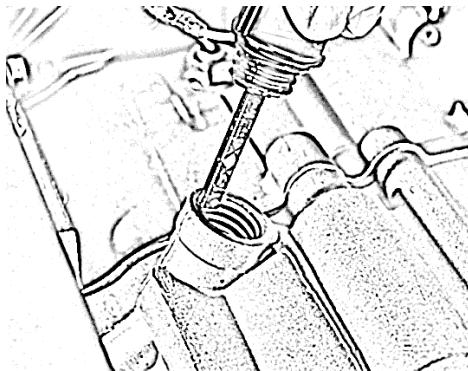

Abbildung 9
- Schrauben Sie die Öleinfüllstopfen mit verbundenen Messstab heraus, Abb. 9.